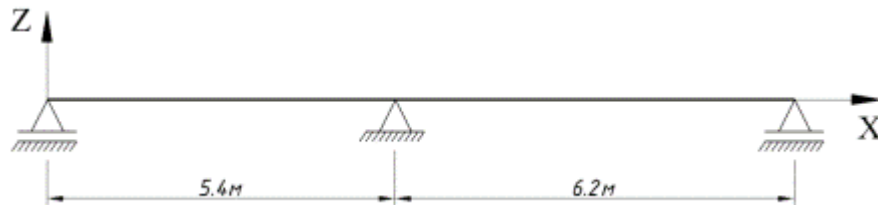

Рисунок 9 – Схема балки
- Схема балки и ее закрепление показаны на рисунок 9.